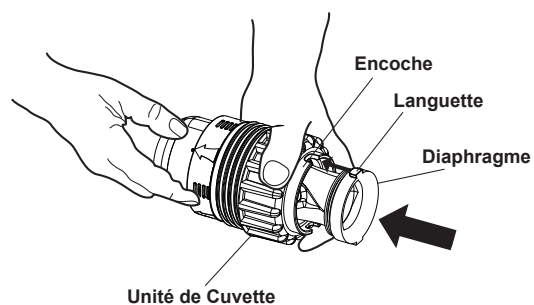

Figure 9
2. Insérez le tuyau d'extension interne et le diaphragme dans l'ensemble. Alignez les onglets du diaphragme avec les encoches, puis tirez de façon droite (ne pas tourner) jusqu'à ce que le bord du diaphragme soit visible (Voir les Figures 9 et 10).